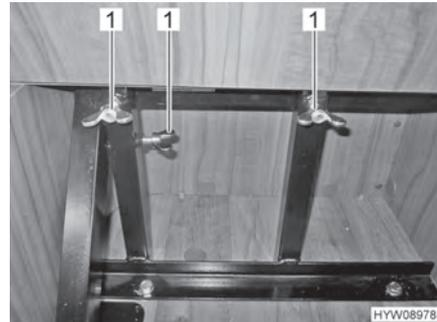

Fig. 18 Retener el asiento de enchufe con tuercas de mariposa
- Retener el asiento de enchufe con tuercas de mariposa (Fig. 18,1).